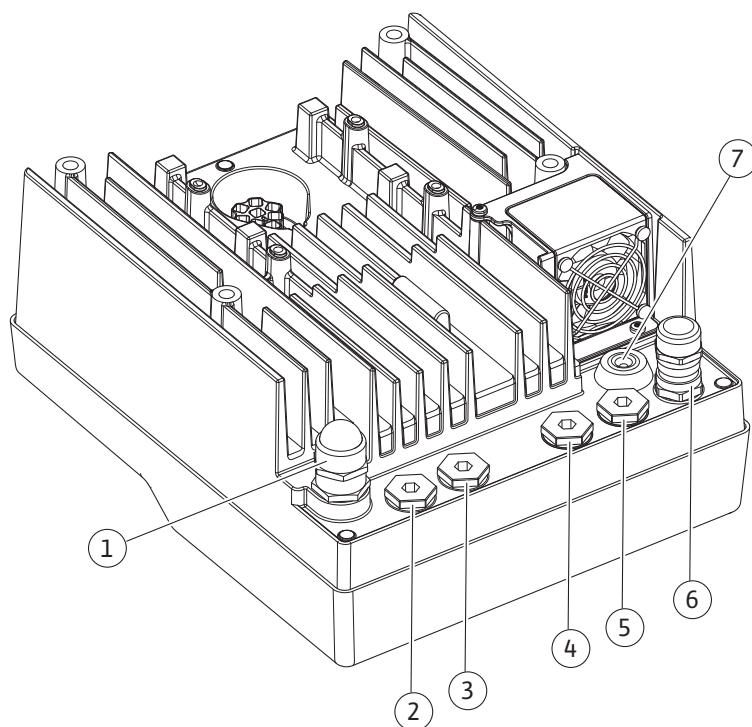

Fig. 10: Кабельные вводы/кабельные подсоединения
- Модуль CIF к автоматизированной системе управления зданием (обмен данными по шине): Экран подсоединяется к кабельному вводу на электронном модуле (Fig. 10).
4. Кабель электропитания проводить через кабельный ввод M25 (Fig. 10, поз. 1). Затянуть кабельный ввод с предусмотренным моментом вращения.